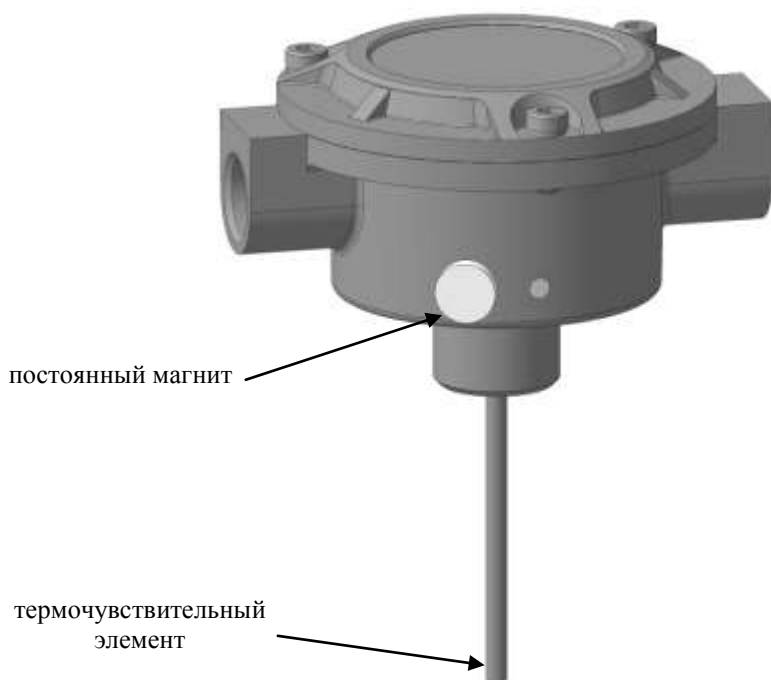

Рисунок 4 – Место поднесения постоянного магнита
Командой «Программирование адреса устройства» можно задать адрес извещателя независимо от того, какой ему адрес присвоен на данный момент. Это может быть использовано в случае ошибочного назначения одинаковых адресов двум и более устройствам. Для этого с пульта или компьютера подать команду на программирование требуемого адреса. После чего в течение не более 5 минут к извещателю, который находится в дежурном режиме, поднести постоянный магнит согласно обозначенному месту, рисунок 4. При этом светодиод извещателя переходит в режим непрерывного свечения. На пульте или компьютере отобразятся события о потере связи с устройством по старому адресу и о восстановлении связи с устройством по новому адресу. Если устройства имели одинаковый адрес, то сообщений о потере связи по старому адресу не будет.
2.6.4 Контроль функционирования извещателя можно осуществить путём поднесения постоянного магнита к извещателю (см. рисунок 4). ПКУ «С2000М» или АРМ «Орион Про» должен выдать сообщение «Тест» или «Пожар», в зависимости от режима тестирования. Упрощенный контроль работает начиная с «С2000-КДЛ» версии 2.15 и «С2000-КДЛ-2И» v.1.15.